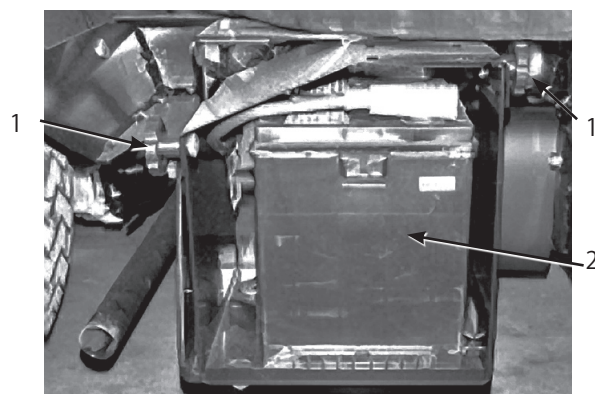

図61
2. バッテリー・ボックスのノブ（図61）をゆるめ、カバーを外す。
3. バッテリー押さえと付属の金具類を外す（図61）。
3. バッテリー押さえを元通りに取り付ける（図61）。
4. バッテリーカバーを元どおりに取り付けノブ（図61）で固定する。
1. バッテリー・ボックスのノブ（図61）をゆるめ、カバーを外す。